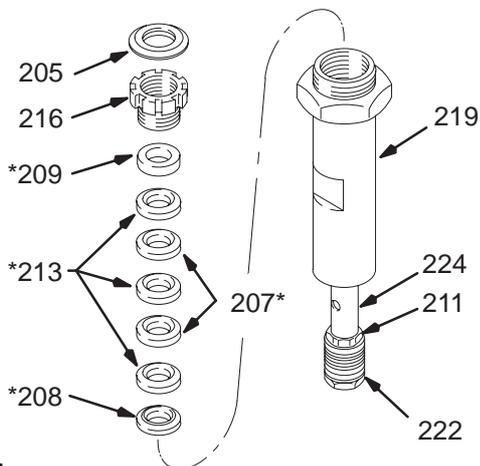

Fig. 21
2. Retirar el tapón (205). Desenroscar la tuerca prensaestopas (216). Véase la Fig. 21.
3. Golpear suavemente el vástago del pistón (224) hacia abajo y luego extraerlo por la parte inferior del cilindro (219). Véase la Fig. 21.
4. Retirar los collarines (209*, 208*) y las juntas en V (207*, 213*) de la garganta. Véase la Fig. 21.